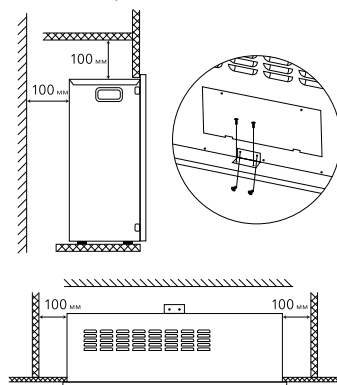

Рис. 2
- После установки в нишу очаг необходимо закрепить на подставке с помощью прилагаемого углового кронштейна и винтов (см. рис.2)